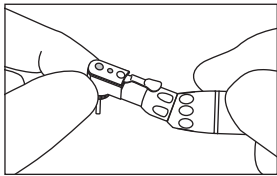

図3
- ③バーを取り付けます。
- ④口腔外で、ハンドピースの許容入力最高回転速度で約1分間回転させ、バーの振れ、振動、音に異常がないことを確認してください。
- ⑤ハンドピース停止後、ヘッド部に異常な発熱がないことを直接手で触って確認してください(図3)。